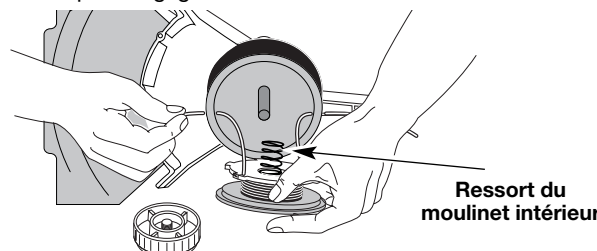

Fig. 38
- Insérez les extrémités du fil dans les œillets de la bobine extérieure et placez le moulinet et le ressort dans la bobine (Fig. 38). Enfoncez le moulinet et la bobine ensemble. Tout en tenant le moulinet et la bobine, saisissez les extrémités et tirez fermement pour dégager le fil des fentes de retenue de la bobine.
5. Insérez les extrémités du fil dans les œillets de la bobine extérieure (Fig. 38).